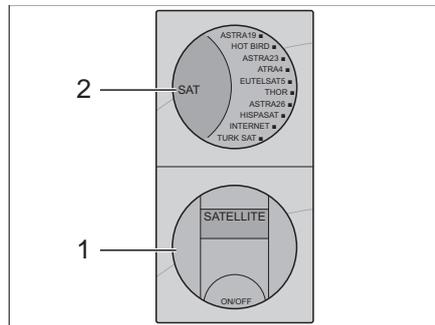

Fig. 40 Panneau de contrôle menu consommateur (variante 2)
- Enclencher l'antenne parabolique via le bouton ON/OFF (Fig. 40,1).
- Appuyer sur la touche SAT (Fig. 40,2) pour sélectionner un des 10 satellites enregistrés.
- Appuyer sur la touche ON/OFF (Fig. 40,1).